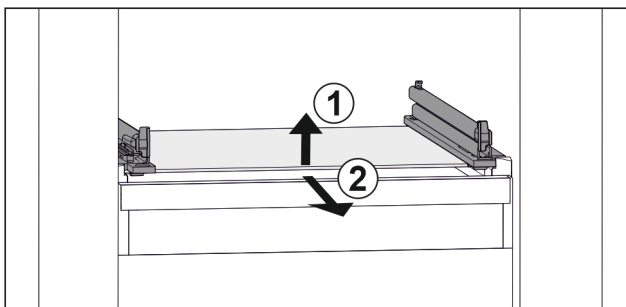

Fig. 167 Beispielhafte Darstellung der Glasplatte
- ▶ Glasplatte vorne anheben. Fig. 167 (1)
- ▶ Glasplatte nach vorne entnehmen. Fig. 167 (2)